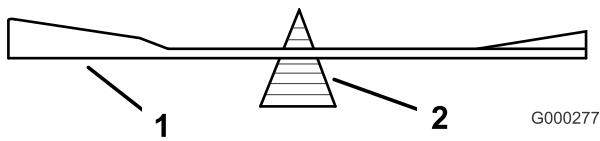
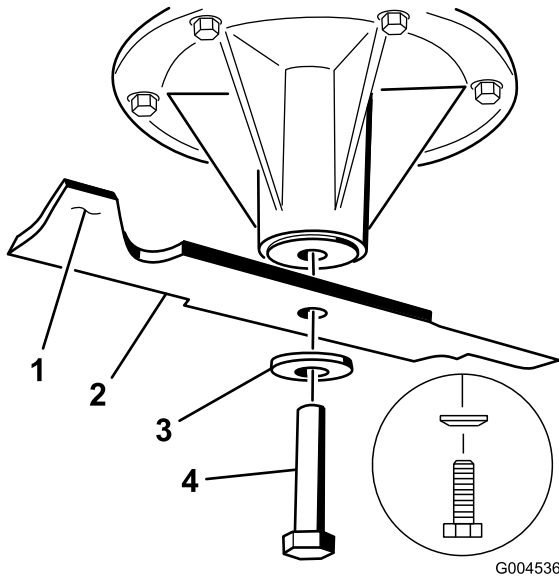

Figura 85
Figura 86
2. Retire del eje el perno de la cuchilla, la arandela de muelle y la cuchilla (Figura 86).
2. Verifique el equilibrio de la cuchilla colocándola sobre un equilibrador de cuchillas (Figura 85). Si la cuchilla se mantiene horizontal, está equilibrada y puede utilizarse. Si la cuchilla no está equilibrada, rebaje algo el metal en la parte de la vela solamente (Figura 86). Repita este procedimiento hasta que la cuchilla esté equilibrada.
1. Instale la cuchilla en el eje (Figura 86).
2. Instale la arandela curva y el perno de la cuchilla. El cono de la arandela curva debe estar orientado hacia la cabeza del perno (Figura 86). Apriete el perno de la cuchilla a 115–150 N m.